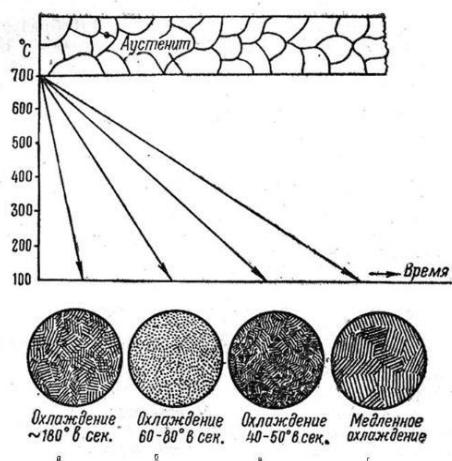

Рис. 2. Схематическое изображение влияния скорости охлаждения на структуру стали
28. На рис. 2 схематическое изображение влияния скорости охлаждения на структуру стали, напишите, какую структуру будет иметь.